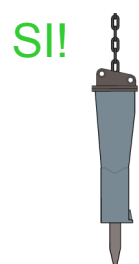

Fig.10
- Mantenere sempre in verticale il martello demolitore in posizione di riposo e, in ogni modo, quando si lascia inattivo per lungo tempo (Fig. 10). Questo eviterà danni permanenti agli anelli di tenuta a labbro del cilindro.